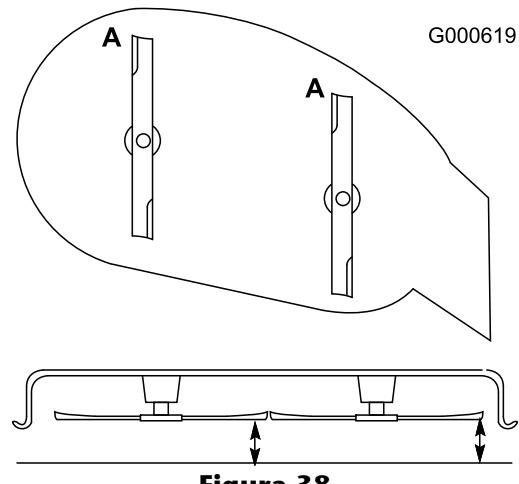

Figura 38
1. Gire las cuchillas hasta que los extremos estén orientados hacia adelante y hacia atrás (Figura 38). Mida desde una superficie nivelada hasta el filo de corte, posición A, de las cuchillas (Figura 38). Anote esta dimensión.